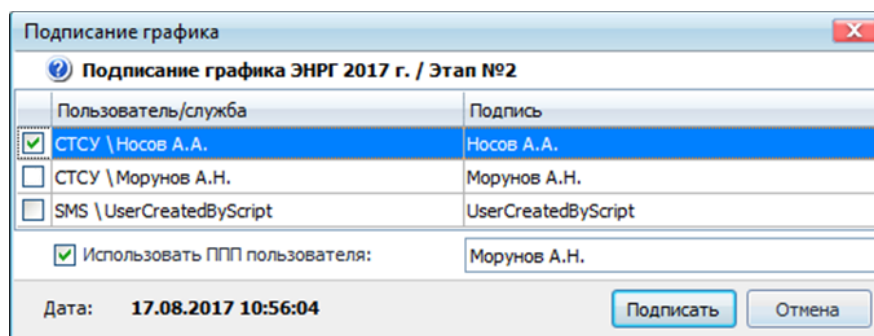

Рисунок 10.176 – Предложение об использовании ППП
- если на этапе маршрута несколько пользователей с правом «*Право последней подписи*», то при подписании графика одним из пользователей предлагается воспользоваться ППП. На форме «Подписание графика» напротив пользователя, за которого необходимо расписаться, установить флаг (Рисунок 10.176);